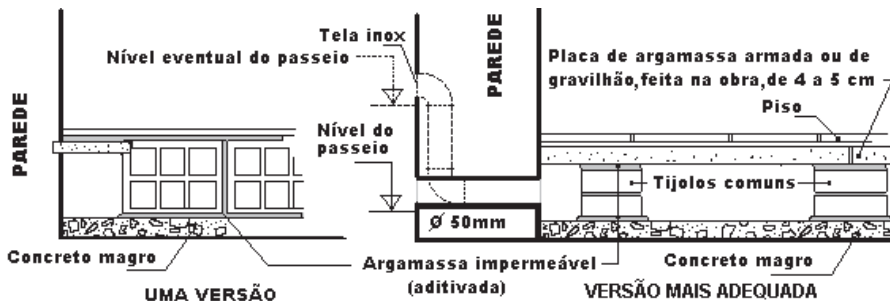

Fig. 9 – Contrapisos aplicados na casa da Ilha das Vacas (esquerda), na Intendência e no Palacete Théo Brandão, em Maceió (direita).
- a) Dosagem de água na parede. Amostras de profundidade 15 a 20cm (Fig. 9).